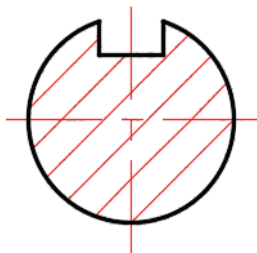

图 3-41 完成绘制的剖面线（图案填充）
⑤ 确保在“选项”面板中选中“关联”按钮，在“关闭”面板中单击“关闭图案填充创建”按钮，则退出“HATCH”并关闭“图案填充创建”上下文选项卡。完成绘制的剖面线如图 3-41 所示。